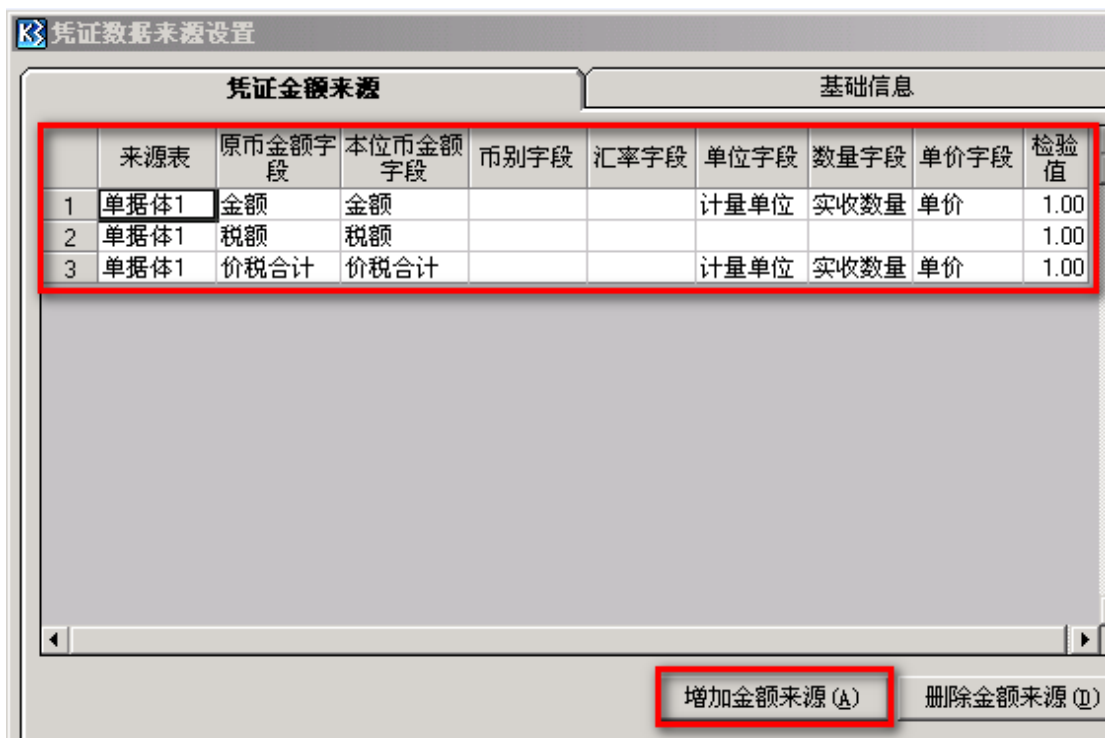

图 22
单击菜单编辑——凭证数据来源设置，调出图 22。
1) 来源表：必录字段，可以选择当前单据的“单据头、单据体”，图 22 中的“原币金额字段至单价字段”的可选字段都必须是“来源表”中所选择表的字段。